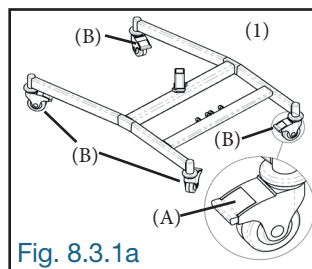

Fig. 8.3.1a
8.3.1 Déposer la base avec roues (1) sur le sol et bien verrouiller le frein (A) des quatre roues (B) (Fig. 8.3.1a).